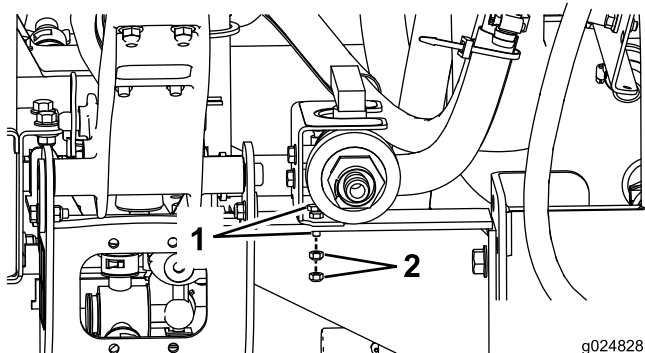

Figura 21
3. Installate la valvola a sfera e la staffa di montaggio valvola sulla macchina con 2 bulloni a testa esagonale (6 mm) e 2 dadi flangiati (6 mm)(Figura 21).